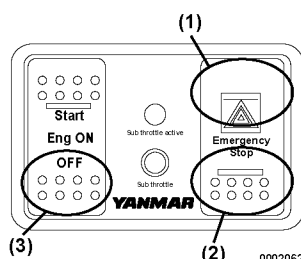

Figura 6
3. Pulse la mitad inferior del interruptor "Eng ON" (apagado). (Figura 6, (3)). El motor se apaga en unos 2 a 7 segundos. La parada normal del motor requiere tiempo porque el controlador ajusta la sincronización de la inyección de combustible a la posición más adecuada para el siguiente arranque.
Pulse la parte superior del interruptor de paro de emergencia (Figura 6, (1)) a la derecha del panel, y el motor se parará inmediatamente, sin la demora de la parada normal. Tras la parada, pulse la parte inferior del interruptor de paro de emergencia (Figura 6, (2)) para que vuelva a la posición anterior. AVISO: Utilice este interruptor sólo en caso de emergencia. En circunstancias normales utilice el interruptor OFF, Eng ON, Start (Figura 6, (3)) para detener el motor.